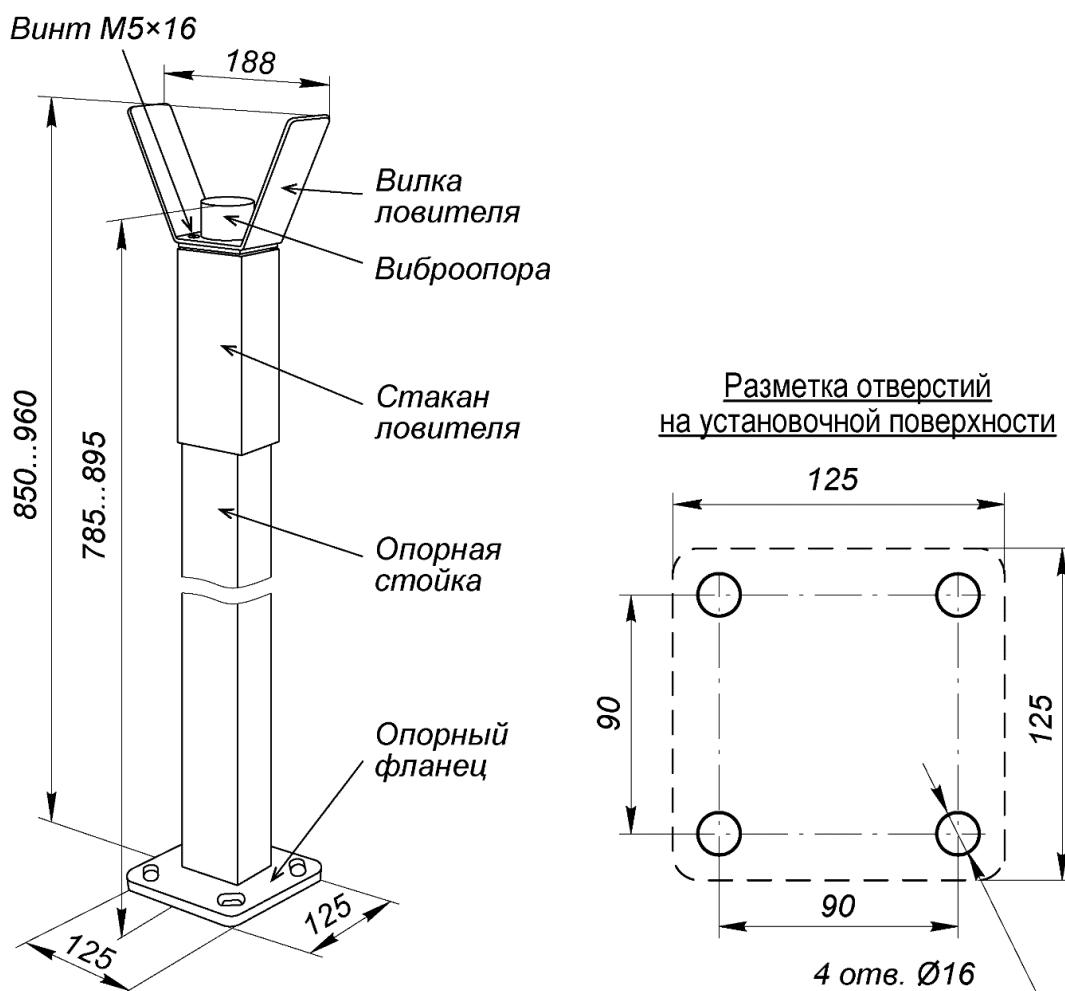

Рисунок 13. Внешний вид опорной стойки с ловителем стрелы PERCo-GBS1
- Выполните в установочной поверхности отверстия в соответствии с разметкой (рис. 13). Ось опорной стойки должна совпадать с продольной осью стрелы шлагбаума (обращаем внимание, не с осью стойки шлагбаума!, см. рис. 7). Размер отверстий на схеме указан для анкеров типа PFG IH10 («SORMAT»), при использовании других типов анкеров необходимо выполнять отверстия соответствующих им диаметра и глубины.